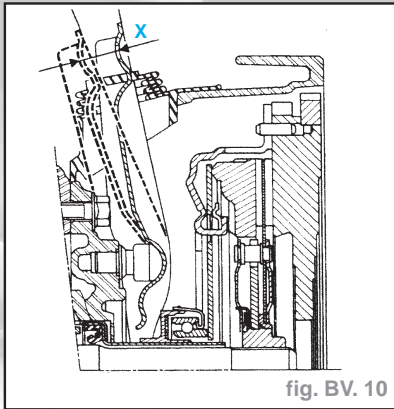

fig. BV. 10
**X = 26 à 28 mm** (fig. BV. 10)